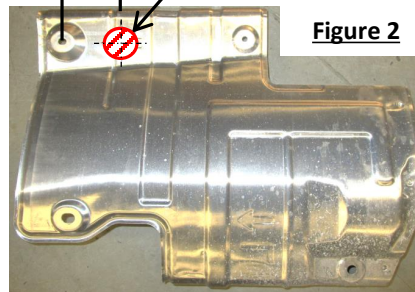

Figure 2
- 2. Enlever l'écran thermique** – À l'aide d'une douille 10 mm, retirer quatre (4) boulons qui fixent l'écran thermique au véhicule. Conserver les boulons pour réinstaller l'écran thermique. Similaire des deux côtés pour les modèles équipés d'un échappement double.
- 3. Retirer les bouchons en caoutchouc** – À l'aide d'un tournevis à lame plate, retirer trois (3) bouchons en caoutchouc des 3 trous avant dans le bas du cadre. Ne pas retirer le bouchon en caoutchouc le plus à l'arrière.
- 4. Découper l'écran thermique** – À l'aide d'une cisaille à métaux ou d'une scie cloche, découper l'écran thermique pour dégager le boulon de carrosserie et la rondelle arrière comme illustré. **Voir la figure 2.**
3. **Retirer les bouchons en caoutchouc** - À l'aide d'un tournevis à lame plate, retirer trois (3) bouchons en caoutchouc des 3 trous avant dans le bas du cadre. Ne pas retirer le bouchon en caoutchouc le plus à l'arrière.
4. Découper l'écran thermique – À l'aide d'une cisaille à métaux ou d'une scie cloche, découper l'écran thermique pour dégager le boulon de carrosserie et la rondelle arrière comme illustré. **Voir la figure 2.**